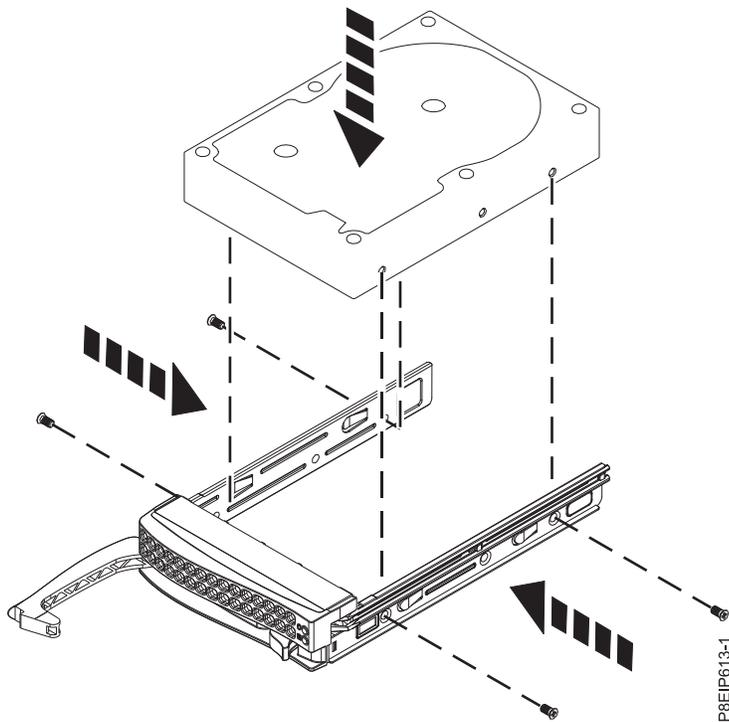

Abbildung 10. 3,5-Zoll-Laufwerk an der Halterung anbringen
- Ein 3,5-Zoll-Laufwerk passt genau auf die Halterung (siehe Abb. 10 auf Seite 12). Befestigen Sie das Laufwerk mit vier Schrauben (jeweils zwei auf jeder Seite) an den Seiten der Halterung.